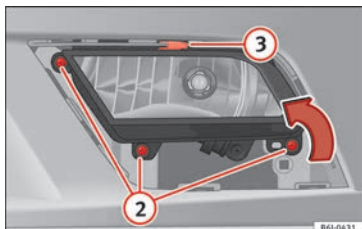

Fig. 105 Faro antiniebla.
- Retire los 3 tornillos » fig. 105 ② para extraer el faro antiniebla.
- Retire la grapa metálica situada en la parte superior del faro antiniebla tirando hacia el exterior del vehículo » fig. 105 ③.